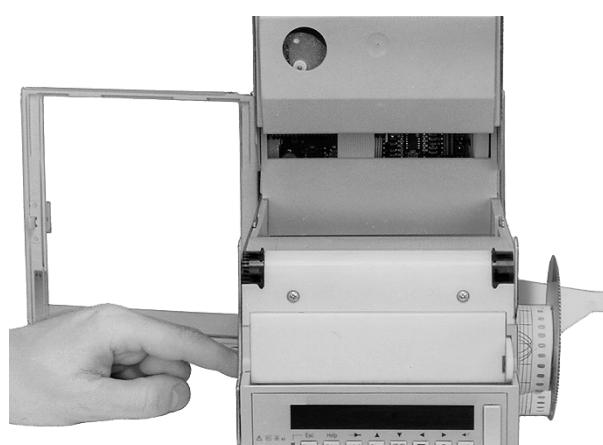

Bild 17 Aufwickelrolle entnehmen
4. Aufwickelrolle mit Registrierpapier entnehmen (siehe Bild 17).